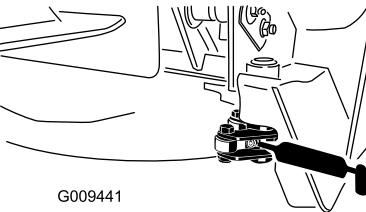

Figura 82
- 2 casquillos del eje de la horquilla de la rueda giratoria (Figura 82)